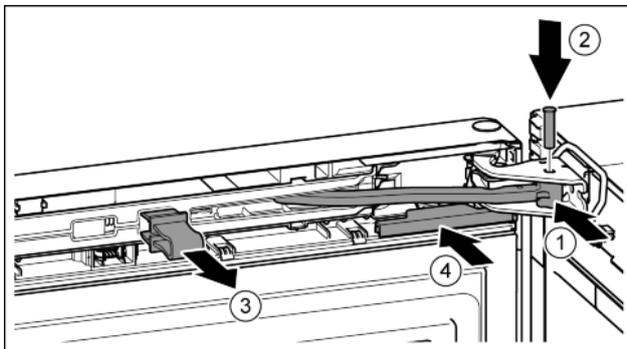

Fig. 39
- ▶ Gelenk in Lagerbock drehen. Fig. 39 (1)
- ▶ Bolzen in Lagerbock und Gelenk einsetzen. Dabei darauf achten, dass der Rastnocken korrekt in der Nut sitzt. Fig. 39 (2)
- ▶ Sicherung abnehmen. Fig. 39 (3)
- ▶ Abdeckung aufschieben. Fig. 39 (4)